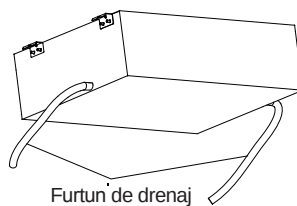

Fig.25
(6). Există un orificiu de drenaj atât în partea dreaptă cât și în partea stângă. Selectați orificiul de drenaj care să se potrivească condițiilor locale.(Fig.25)